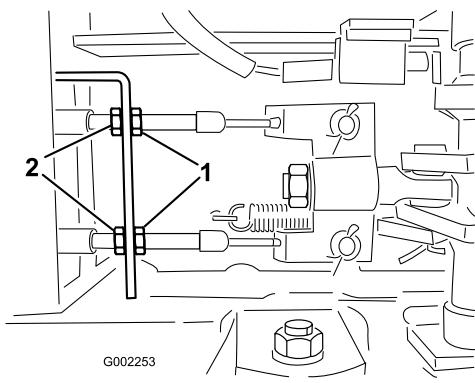

Bild 56
6. Ziehen Sie die hinteren Muttern gleichmäßig an, bis das Spiel des Bremspedals 1 bis 2 cm beträgt, bevor Sie einen Widerstand spüren (Bild 56).
5. Lösen Sie die vorderen Muttern an den Bremskabeln unter der Vorderseite des Sprühgeräts (Bild 56).